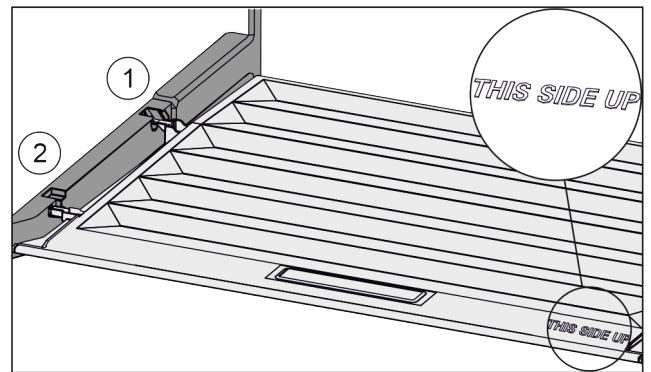

Fig. 74
- Inserire le nervature del coperchio attraverso l'apertura del supporto posteriore Fig. 74 (1) e innestare anteriormente nel supporto Fig. 74 (2).